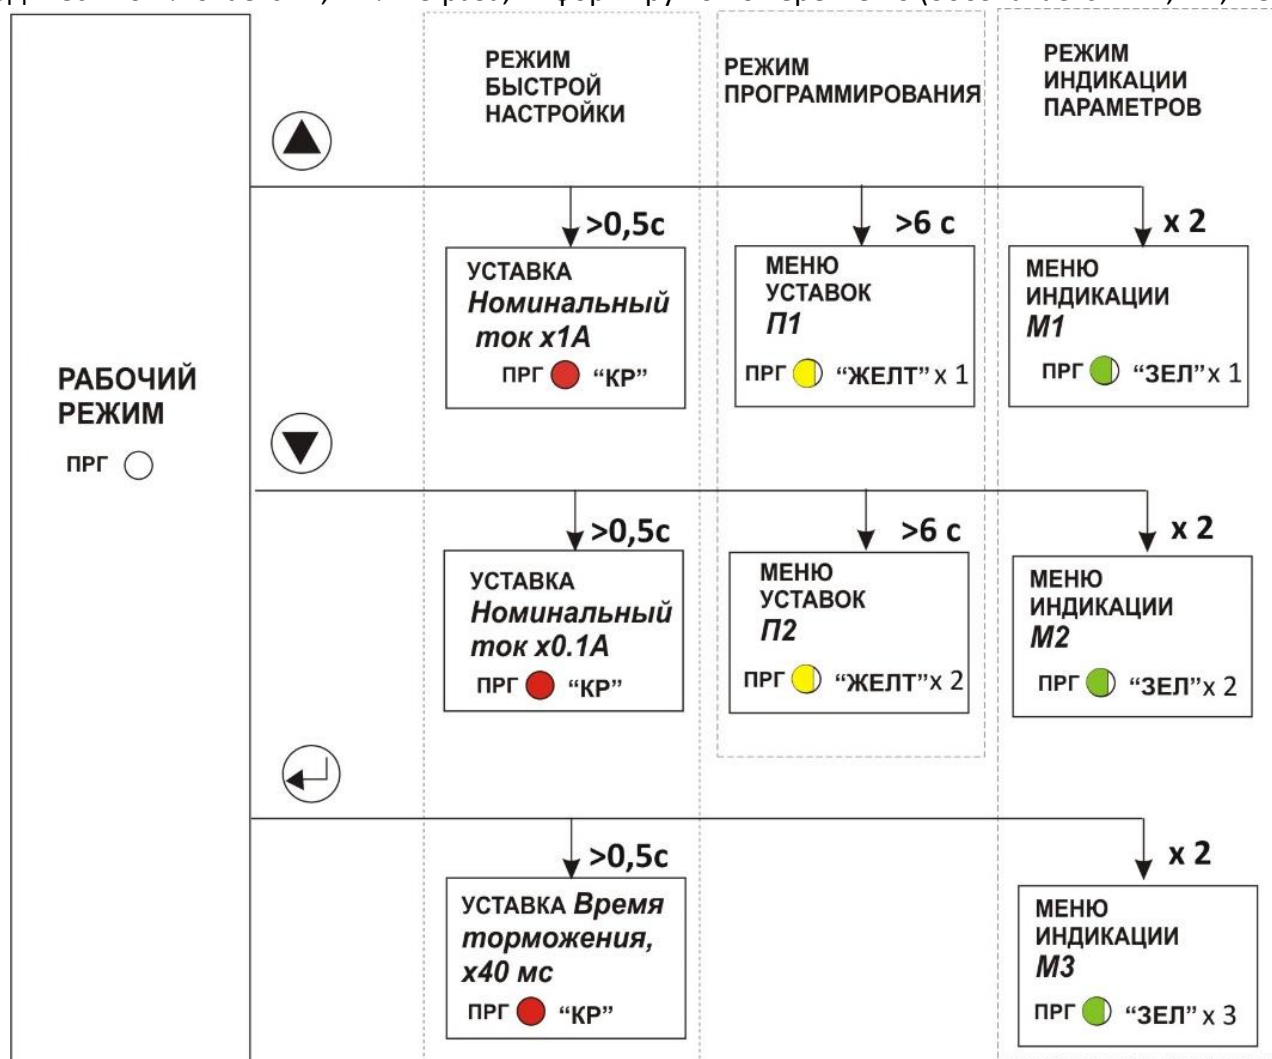

Рисунок 5 - Схема включения режимов настройки и индикации
1.8.1 В пускателях имеется возможность настройки уставок и индикации различных параметров работы. Общая схема включения режимов приведена на рис.5, подробное описание режимов в разделах 1.9.. 1.11.